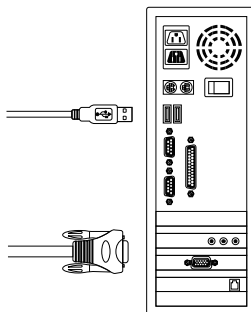

Figura 8. Panel Frontal KVM-440
- C. Conectar solo USB (Teclado/Mouse) y conector VGA a los computadores. (Figura 8)